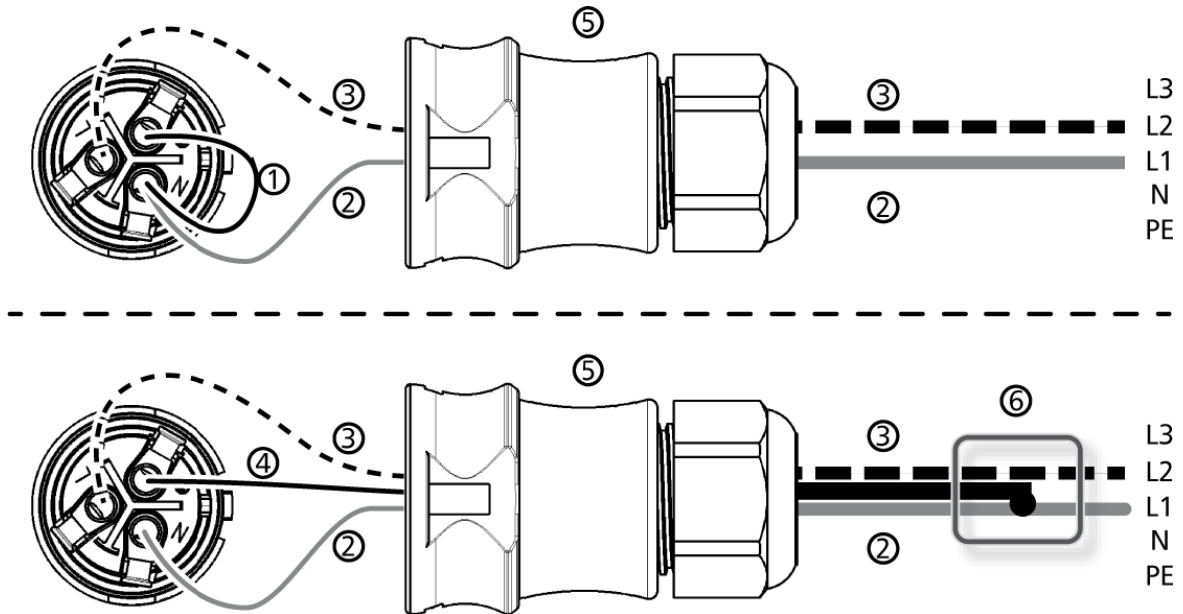

Abb. 6: Verbindung von N und PE im AC-Stecker (oben) oder Unterverteiler (unten)
N und L werden wechselrichterseitig zwischen die Außenleiter L1 - L2 angeschlossen. Siehe ② und ③ in Abb. 6.
Abb. 6 zeigt beispielhaft die wechselrichterseitige Verbindung von L1 und PE:
- Abb. 6 wie oben.
2. Verbinden Sie wechselrichterseitig eine der beiden angeschlossenen Phasen mit PE. Stellen Sie die Verbindung entweder im AC-Stecker oder in einem externen Unterverteiler her gemäß Abb. 6.